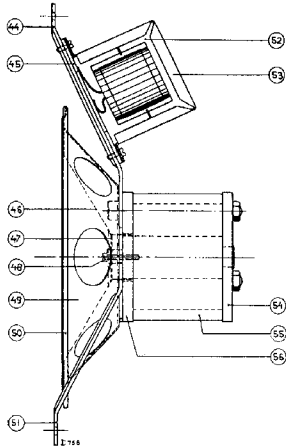

Fig. 7
- dat voor- en achterplaat (fig. 7 pos. 54 en 56) in geen geval van de magneet getrokken worden, deze zou ook daardoor verzwakken.